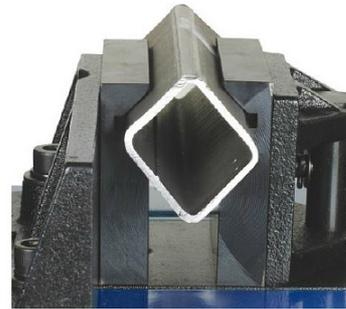

Abb. 6: V-Spannblock
- er hält Rechteckprofile in einer gekippten Lage, so dass das Sägeblatt einfacher in das Werkstück ein- und austauschen kann. Andernfalls würde das Sägeblatt unter erschwerten Schnittverhältnissen in die breite Seitenwand schneiden (Abb. 6).